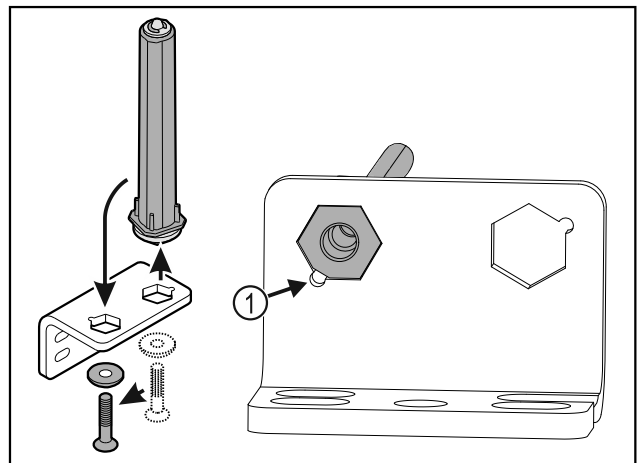

Fig. 36
- Varmista, että pultin viiste Fig. 36 (1) osoittaa pyöreää aukkoa kohti, kun se asetetaan paikalleen.